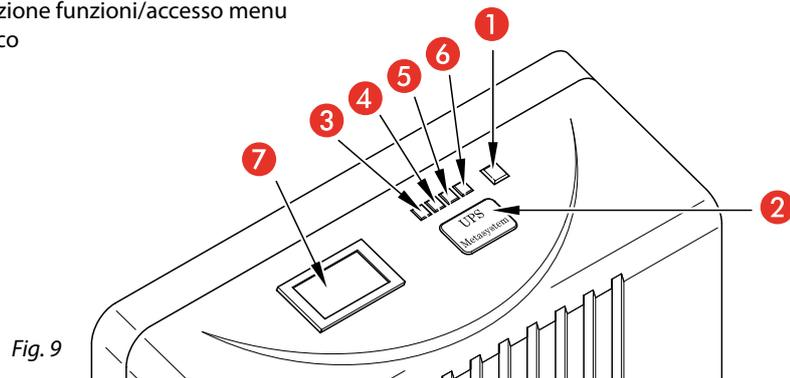

Fig. 9
**Accensione:** premere il pulsante di accensione/spegnimento [1] (fig.9).
**Spegnimento:** premere per alcuni secondi il pulsante di accensione/spegnimento [1] (fig.9).